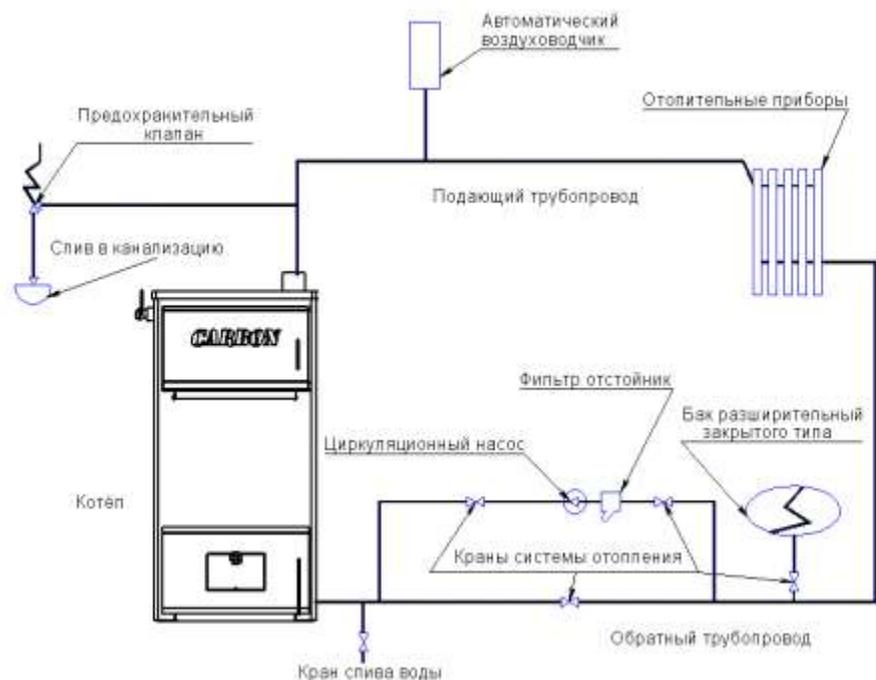

Рис.5 Схема закрытой системы водяного отопления, применяется расширительный бак закрытого типа
5.12. Расширительный бак мембранного типа (рис.5) устанавливается для закрытой системы отопления. Объем расширительного бака зависит от объема системы отопления и рассчитывается при проектировании системы отопления.